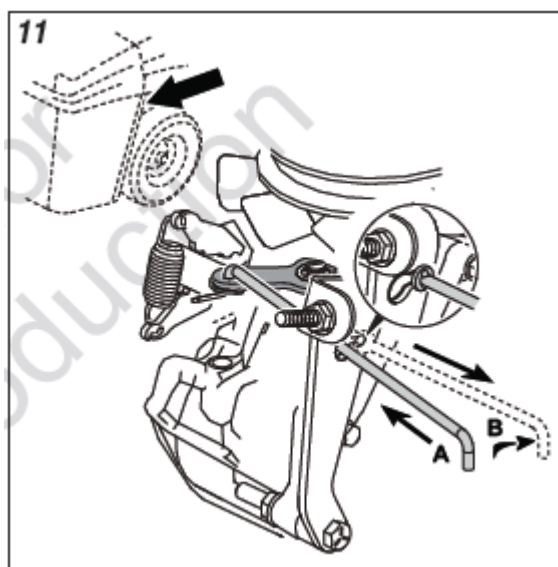

Рис. 12
1. Штанга автоматического привода должна находиться во включенном положении (см. А, рис. 12).
2. Переместите штангу в положение В (см. рис. 12). Трансмиссия отсоединена.